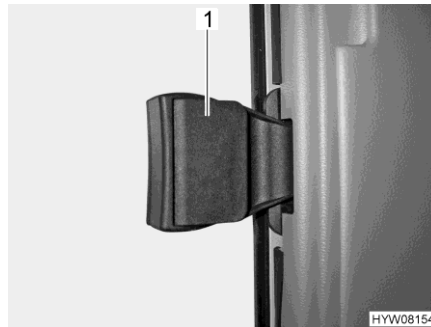

Bild 43 Passagerarfönster
- Fäll ut handtaget (Bild 43,1).